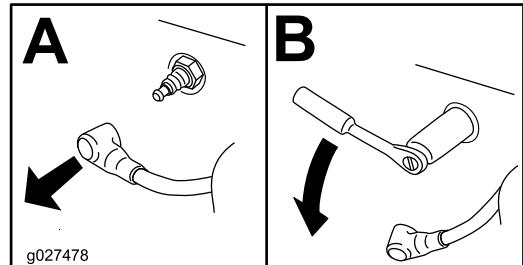

Figura 23
3. Rimuovete la candela (Figura 23).